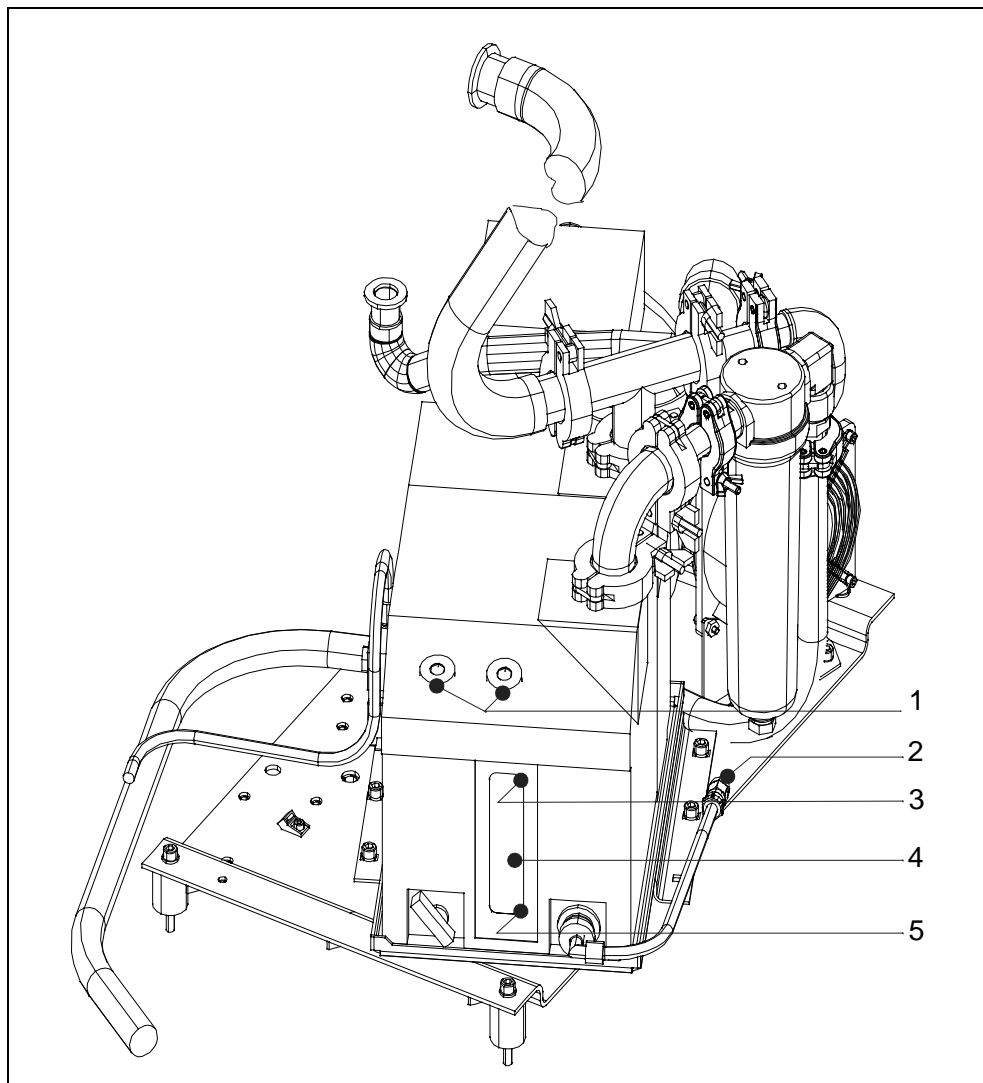

Fig. 9-6 Olie verversen D16 B
Zie hiervoor Fig. 9-6/3-5.
- Draai de schroef voor olieafvoer aan het slangeinde Fig. 9-6/2 met een 5 mm inbussleutel los. Gebruik de 13 mm steeksleutel om schrap te zetten.
- Draai de olievulschroef Fig. 9-6/1 uit de olievulboring en vul nieuwe olie bij tot de maximale stand. De max. hoeveelheid bij te vullen olie bedraagt 0,8 l.